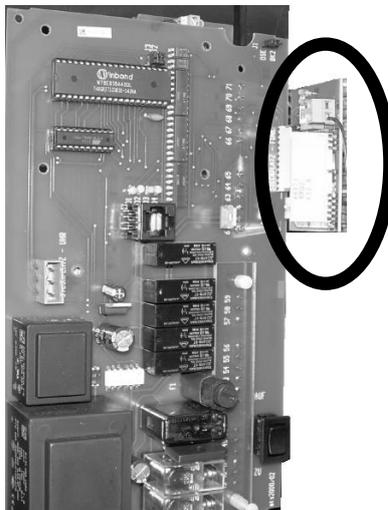

Abb. 4: Aufgesteckte Funkplatine mts2000/02
- Die Einstell- und Anzeigeelemente müssen nach innen zeigen (Abb. 4).